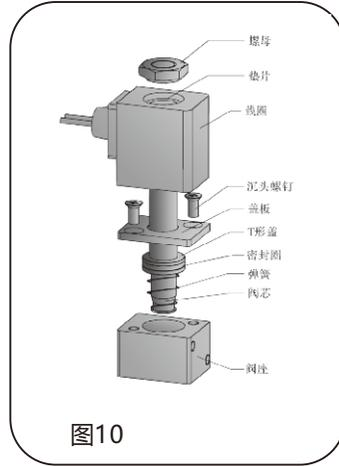

图10
- c) 拧下电磁阀上面的螺钉，按图10的拆装示意图进行拆卸。